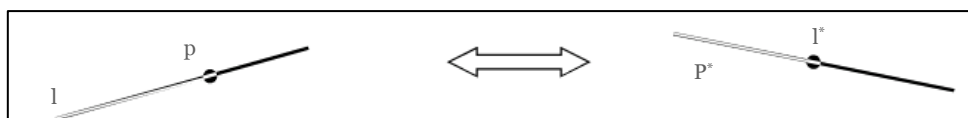

Figura 12.6. Transformación dual de un punto contenido en una recta
- » Si un punto  $p$  está en una recta  $l$ , entonces la recta dual  $p^*$  contiene al punto dual  $l^*$  (figura 12.6).